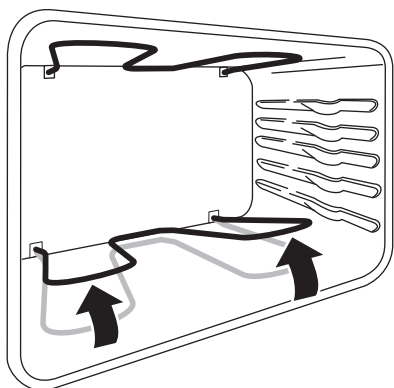

Figure 10 : Soulever l'élément de cuisson
1. Saisir la surface de cuisson de part et d'autre et la soulever par le devant (voir Figure 10). Les tiges maintiennent la surface de cuisson en place. Soulever la surface assez haut pour permettre aux tiges de support de cliquer en place.